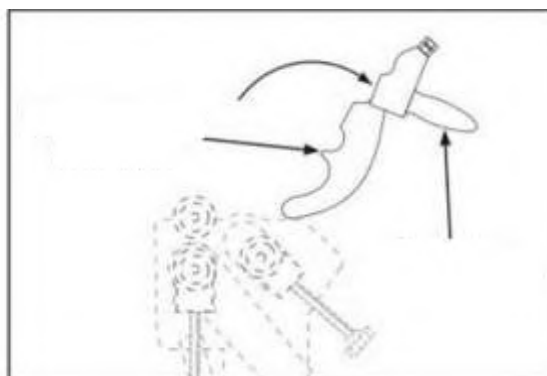

Рис. 26 Верхняя втулка
2. Поднимите рычаг ослабления верхнего ролика, затем откройте верхнюю втулку (Рис. 26).